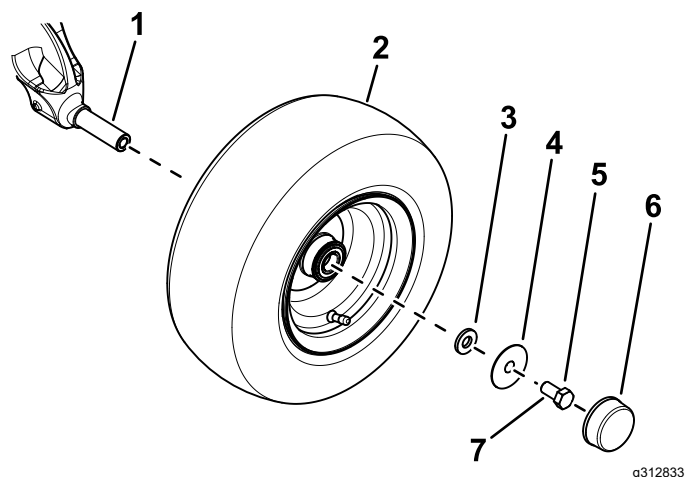

Figure 3
- Utilisez une petite rondelle, une grande rondelle et un boulon ($\frac{5}{8}$ " x $1\frac{1}{4}$ ") pour fixer la roue sur le pivot de fusée (Figure 3).
D. Placez le couvre-moyeu sur la roue (Figure 3).